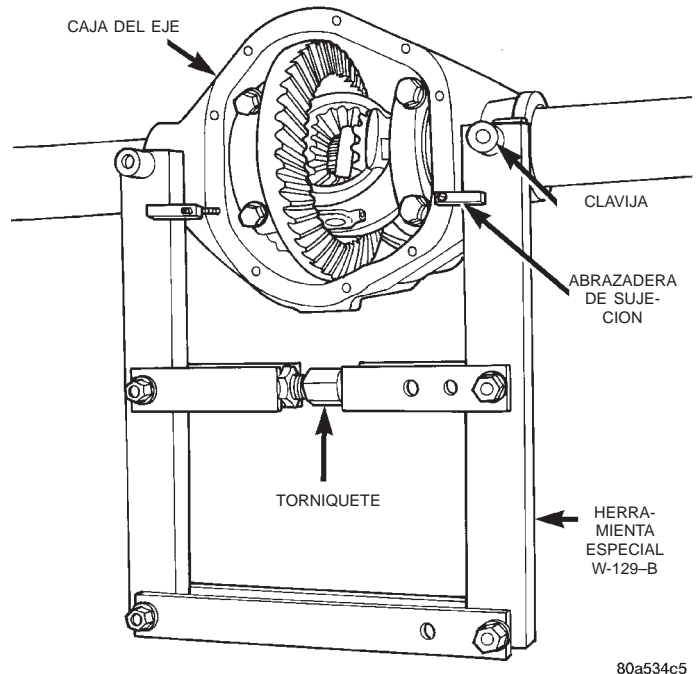

Fig. 28 Instalación del separador de la caja del eje
(1) Emplace el separador W-129B, utilizando algunos elementos del juego de adaptadores 6987, y con las clavijas de la herramienta asentadas en los orificios de emplazamiento (Fig. 28). Instale las abrazaderas de sujeción y apriete el torniquete de la herramienta a mano.